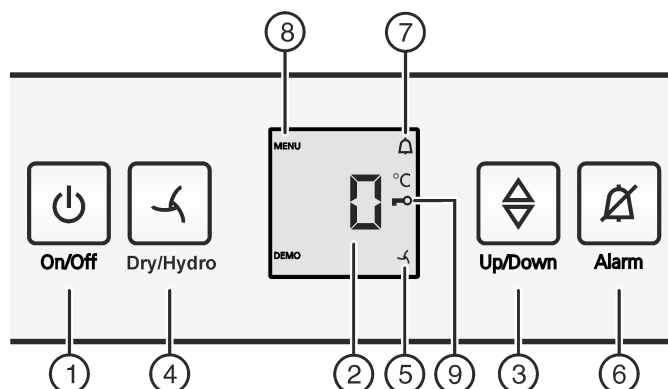

Fig. 2
- ▶ Appuyer sur la touche On/Off Fig. 2 (1).
- ▶ Activer le mode de réglage : appuyer env. 6 s. sur la touche Dry/Hydro Fig. 2 (4).
- ▷ Le symbole Menu Fig. 2 (8) est allumé.
- ▶ Confirmer en appuyant brièvement sur la touche Dry/Hydro Fig. 2 (4).
- ▶ Appuyer brièvement sur la touche Dry/Hydro **c |** Fig. 2 (4) pour activer la sécurité enfants.
- ▷ Le symbole Sécurité enfants Fig. 2 (9) est allumé. **c** clignote à l'écran.
- ▶ Appuyer brièvement sur la touche Dry/Hydro Fig. 2 (4) pour désactiver la sécurité enfants.
- ▷ Le symbole Sécurité enfants Fig. 2 (9) s'éteint. **c** clignote à l'écran.
- ▶ Désactiver le mode de réglage : appuyer sur la touche On/Off Fig. 2 (1).
- ▶ Appuyer sur la touche Alarme Fig. 2 (6).